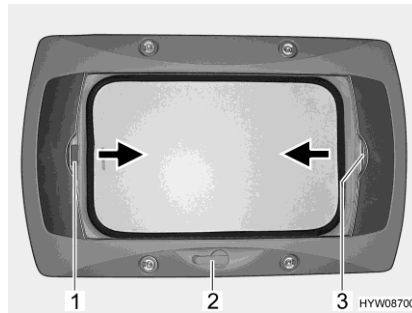

Fig. 83 Claraboya de manivela
- Girar la manivela (Fig. 83,2) hasta que se note resistencia.
- Tirar del tirador (Fig. 83,3) del estor plegable en dirección de la flecha y soltarlo en la posición deseada. El estor plegable se queda fijo en esta posición.
- Tirar del asidero (Fig. 83,1) de la mosquitera enrollable en la dirección de la flecha hacia el asidero opuesto del estor plegable (Fig. 83,3) y hacerlo engatillar.
- Presionar el tirador de la mosquitera enrollable (Fig. 83,1) por la parte de atrás hacia arriba y desengancharla del estor plegable (Fig. 83,3).